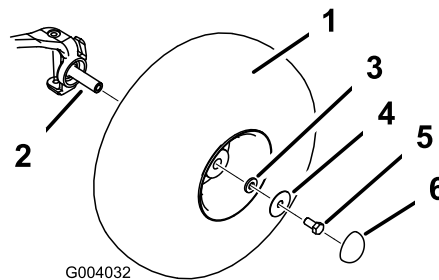

Bild 4
4. Montieren Sie die Räder mit den vorher abgenommenen Befestigungen (Bild 4) und ziehen Sie die Schrauben auf 183 bis 224 Nm fest.